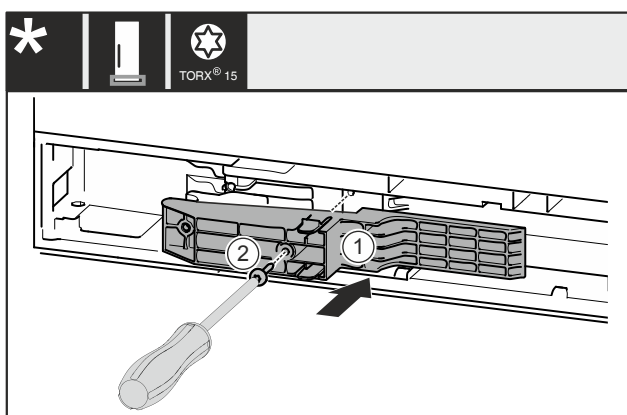

Fig. 51 *
- Pange adapterdetail Fig. 51 (1) käepideme küljel väljalöikesse.*
- Keerake kruvi Fig. 51 (2) kruvikeerajaga kinni.*